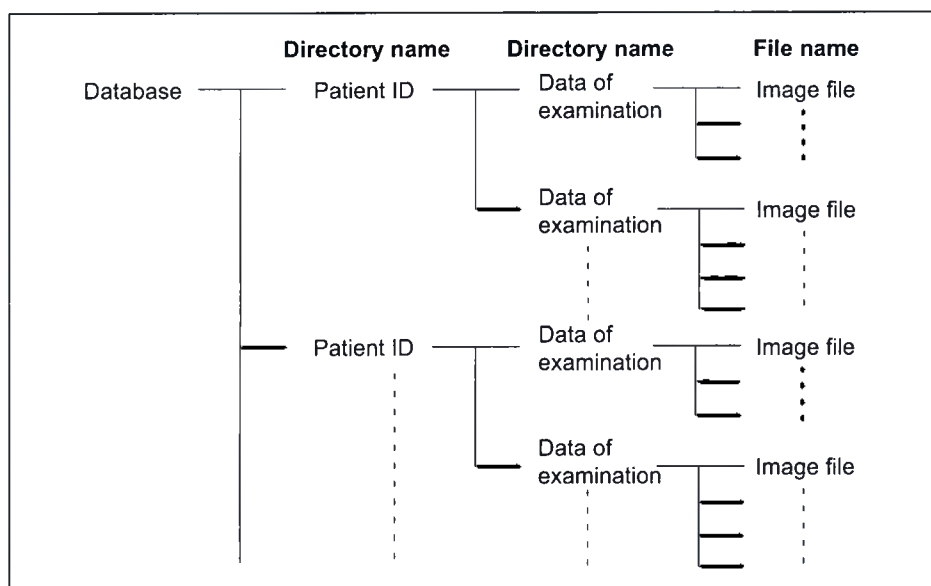

Рисунок 7.249
- Файлы изображения каталога сохраняются и автоматически именуются на основе ID пациента и даты обследования. На рис. 7.249 показана конфигурация файлов.